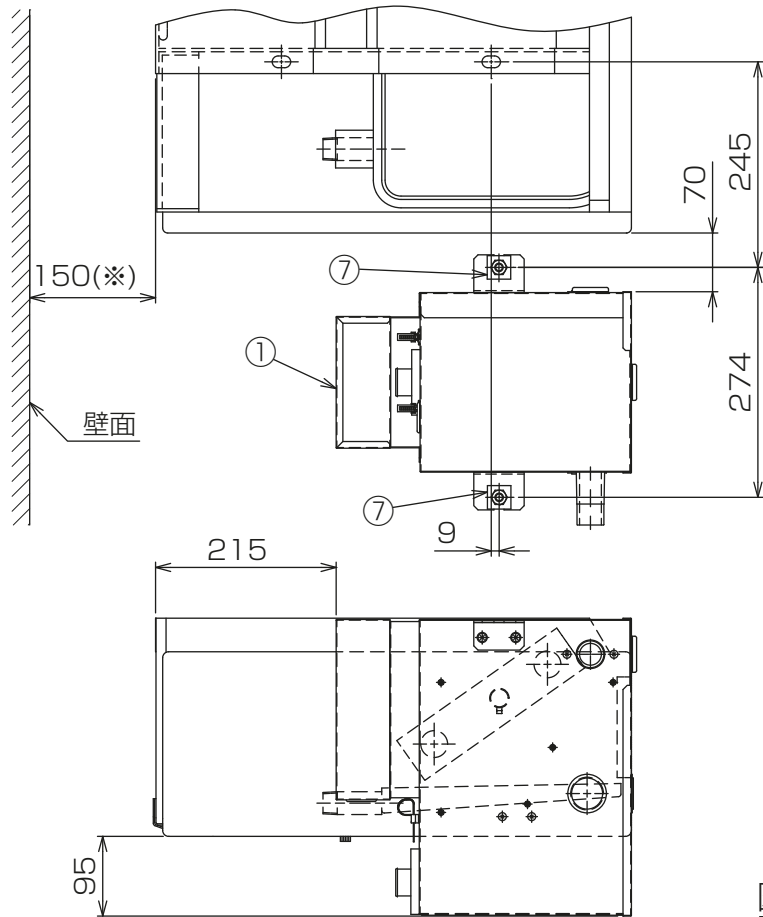

図25
FCU本体の配管側に品番①ドレンアップメカを設置してください。[図25]